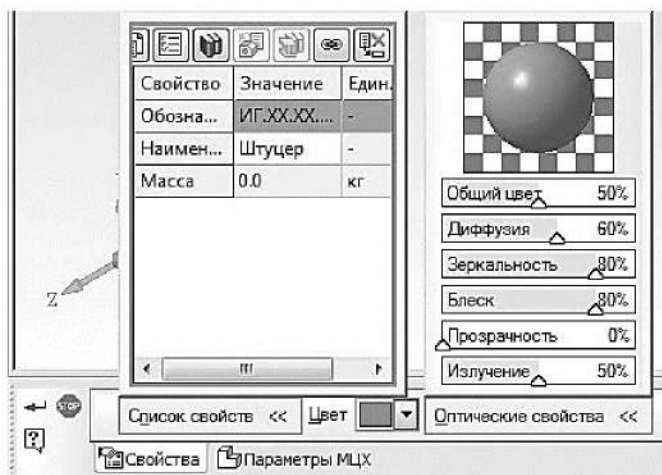

Рисунок 1.5. Вкладка Свойства панели свойств детали
После этого в нижней части экрана появится панель свойств, в которой можно задать свойства модели. На первой вкладке **Свойства** находятся следующие элементы (рисунок 1.5.):
- В поле **Оптические свойства** можно изменять параметры цветонасыщения, диффузии, зеркальности, блеска, прозрачности и излучения. Чтобы изменить параметр, переместите на нужное расстояние соответствующий бегунок. Численное значение параметра будет отображаться в справочном поле. В окне просмотра отображается сфера с заданными свойствами поверхности – это позволит визуально оценить внесенные изменения (рисунок 1.5).